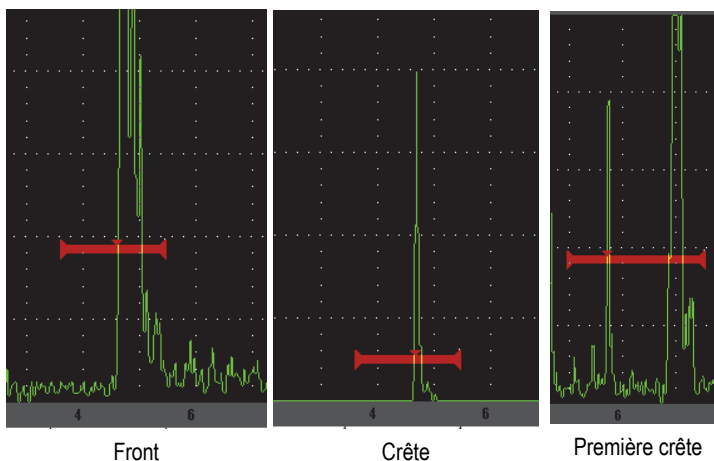

Figure 2-11 Déclenchement de la mesure en modes Edge (Front), Peak (Crête) et 1stPeak (1e crête)
- **Peak** (Crête) — Mesure sur la plus haute crête dans la zone de la porte (n'a pas besoin de traverser le seuil de la porte) [voir la Figure 2-11 à la page 43].
- **1stPeak** (1e crête) — Mesure sur la plus haute crête traversant le seuil de la porte (voir la Figure 2-11 à la page 43).
- **Edge** (Front) — Mesure sur la position du premier point de croisement du signal dans la porte (voir la Figure 2-11 à la page 43).